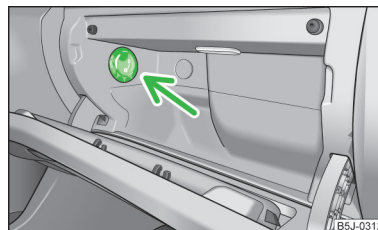

Fig. 84
- La entrada de aire se abre o se cierra con el conmutador giratorio » fig. 84. ▶